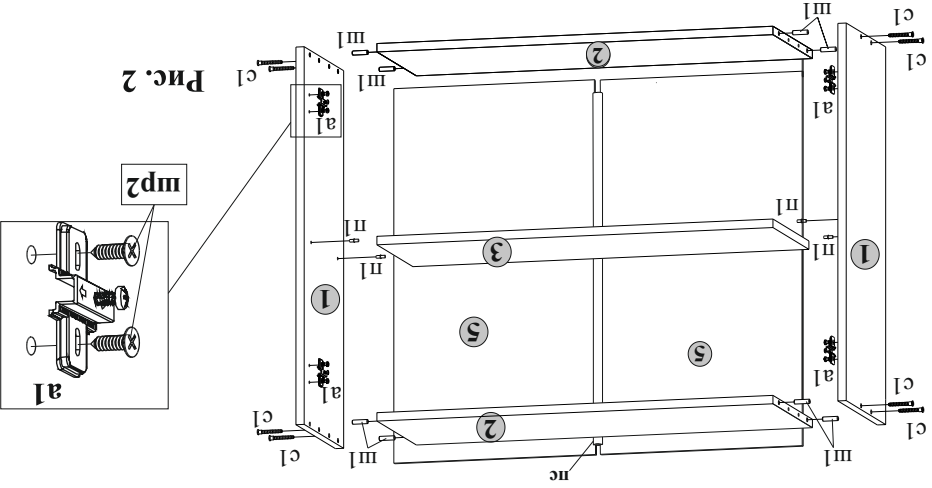

Рис. 2
5.12. Установить полку **3** на полкодержатели **п1** (рис.2).
5.2. В отверстиях диаметром 8 мм на торцевых краях плит 2 вставить шканты Ш1 (рис.2). **ВНИМАНИЕ:** если шкант выступает из отверстия более чем на 10 мм, его необходимо укоротить.
5.3. На внутренние поверхности боковых стенок 1 в отверстия диаметром 5 мм установить полкодержатели П1 с помощью молотка (рис.2).
5.5. Соединить между собой детали корпуса шкафа настенного 1, 2 (рис.2) и стянуть